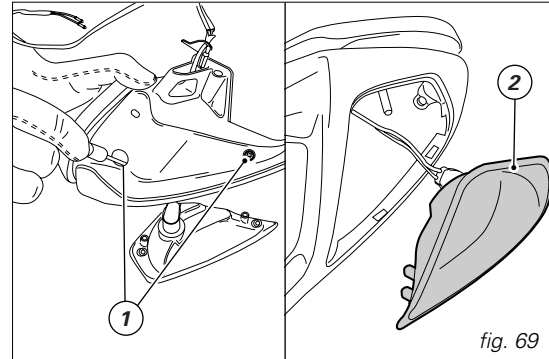

fig. 69
Para acceder al foco de la luz de posición (1) es necesario quitar el salpicadero (ver pág. 56), desconectar el conector (2, fig. 69) del salpicadero del cableaje e introducir la mano dentro del soporte faro.
Indicadores de dirección delanteros (fig. 69)